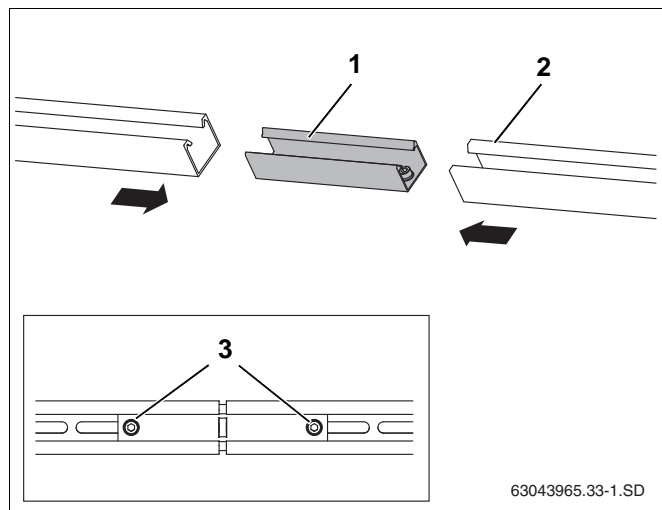

Fig. 31 Forbindelse af profilskiner
- ▶ Sæt stikforbinderne (fig. 31, **pos. 1**) ind i begge profilskiner (fig. 31, **pos. 2**) indtil anslag.
- ▶ Stram begge formonterede gevindstifter M10 (fig. 31, **pos. 3**) i stikforbinderen med nøgle SW5 for at låse.